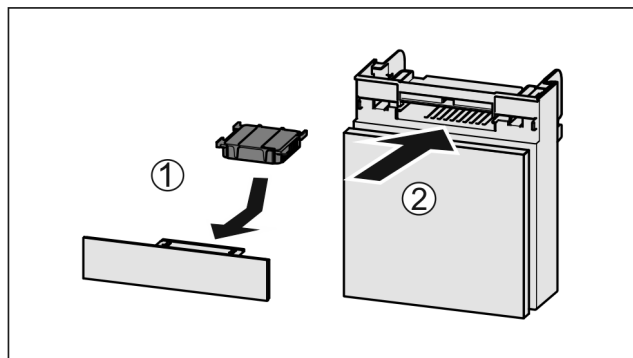

Fig. 181
- Filtr s aktivním uhlím vložte podle vyobrazení Fig. 181 (1).
- Zásuvku zasuňte Fig. 181 (2).